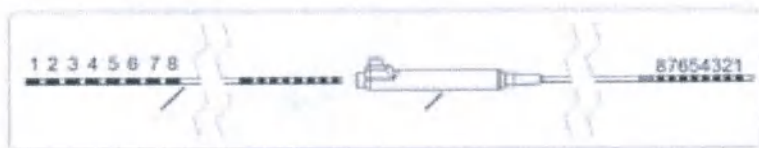

Рис. 4. Присоединение адаптера Precision M8
11. Для программирования отведений используйте схему соединения контактов (Рисунок 4) и инструкции, приведенные в *Руководстве по эксплуатации клинического программатора. Программное обеспечение Bionic Navigator*, которое поставляются с системой стимуляции спинного мозга.